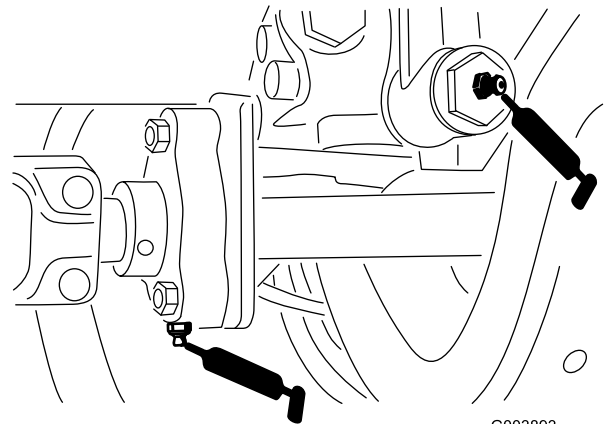

Bild 46
- 1 Schmiernippel am Fahrtriebsgestänge am Getriebe (Bild 46)
- 1 Schmiernippel am Stützlager der Antriebswelle (Bild 46)
- 3 Schmiernippel an der Antriebswelle der Hinterachse (Bild 46)